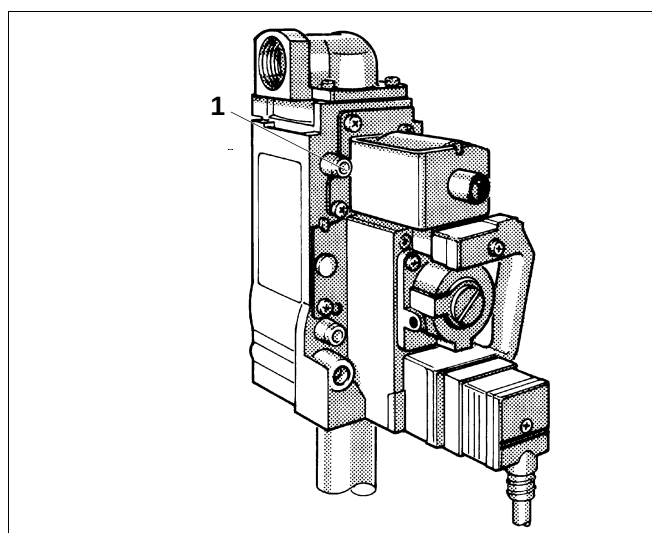

Fig. 27 Bloc gaz "Honeywell" VR 4601
- Purger la conduite d'amenée du gaz; dévisser de deux tours la vis de fermeture de la niple de contrôle de la pression d'alimentation et de purge sur le bloc gaz (fig. 27, **pos. 1**). Lorsqu'il n'y a plus d'air, refermer la vis de fermeture de la niple de contrôle.